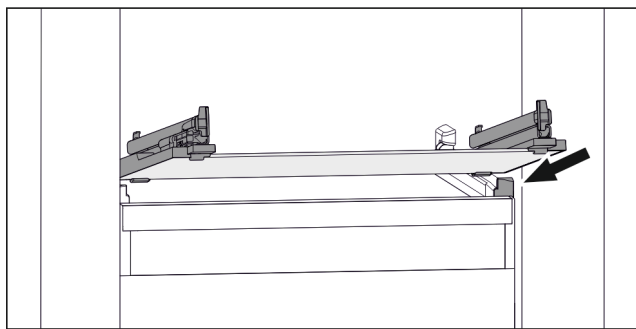

Fig. 47 Przykładowa prezentacja płyty szklanej
- ▶ Założyć płytę szklaną pod skosem za stoperami. (patrz Fig. 47)